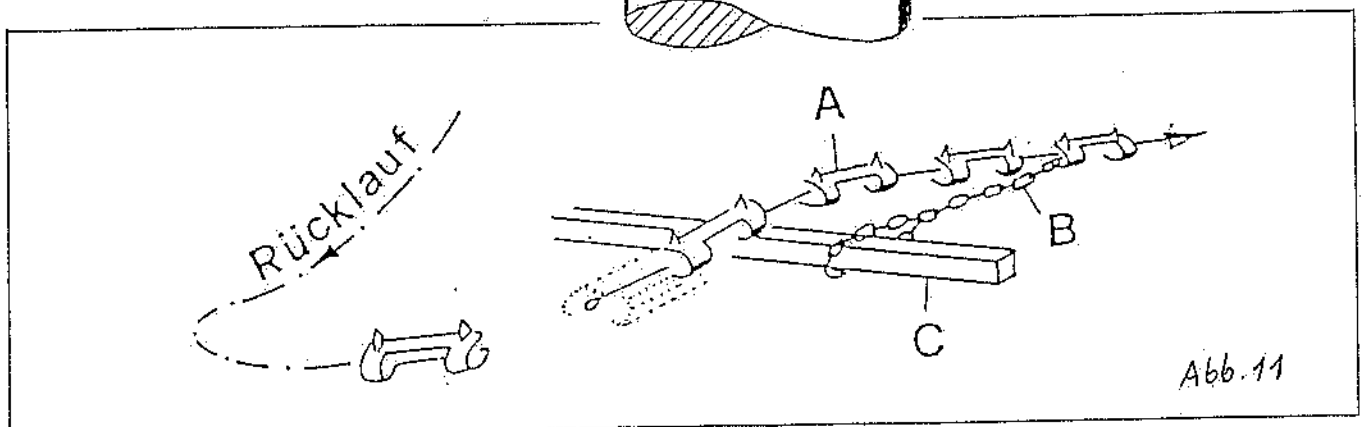

Abb. 11
1. Die Förderkette A (Abb.11) wird mit einer Kette B am Querträger C befestigt